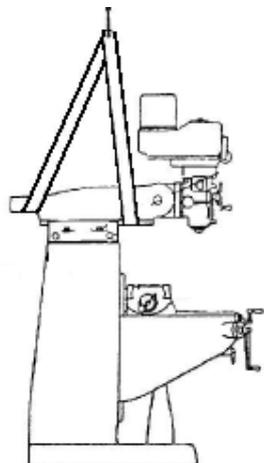

Рисунок 4.
- За фрезерную головку станка (рис. 4).